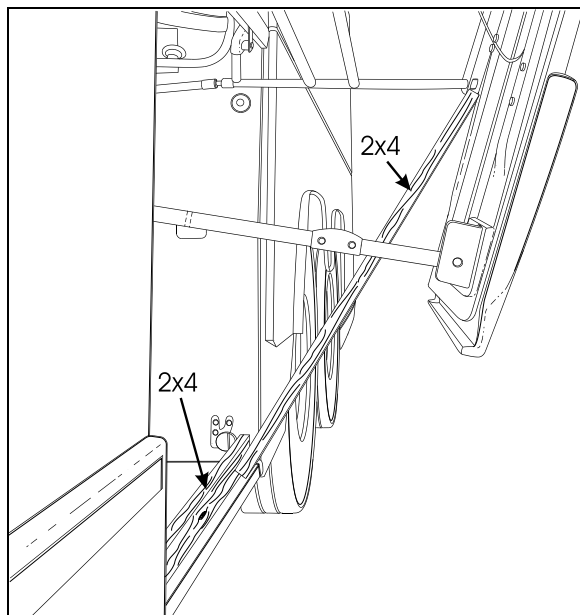

FIGURE 63 : AJUSTEMENT D'UN PANTOGRAPHE 18319
3. Installer un autre morceau de bois 2 x 4 entre le premier morceau de bois et le bas du pivot du bras de pantographe le plus bas (ou le plus court) (Figure 63).